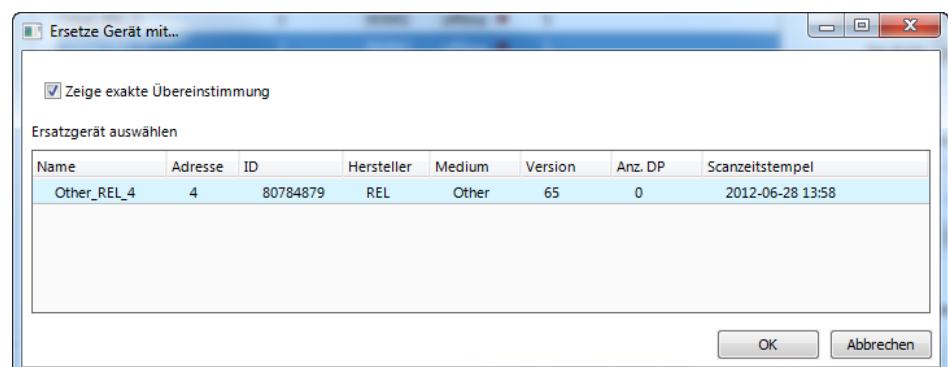

Abbildung 145: Dialog zum Ersetzen von M-Bus Geräten
5. Wählen Sie das Gerät, das ersetzt werden soll, und klicken auf den Knopf **Gerät ersetzen**. Dies öffnet den Dialog wie in Abbildung 145 gezeigt.